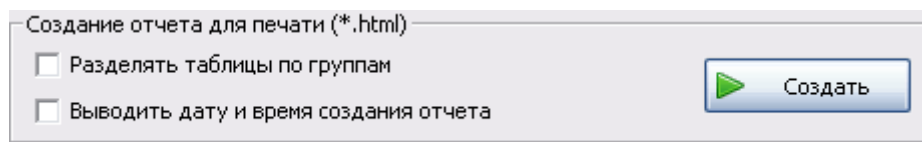

Рис. 13-19
- Группа полей **Создание отчета для печати (\*.html)** предназначена для настройки вида отчета при формировании отчета в формате html (рис. 13-19).